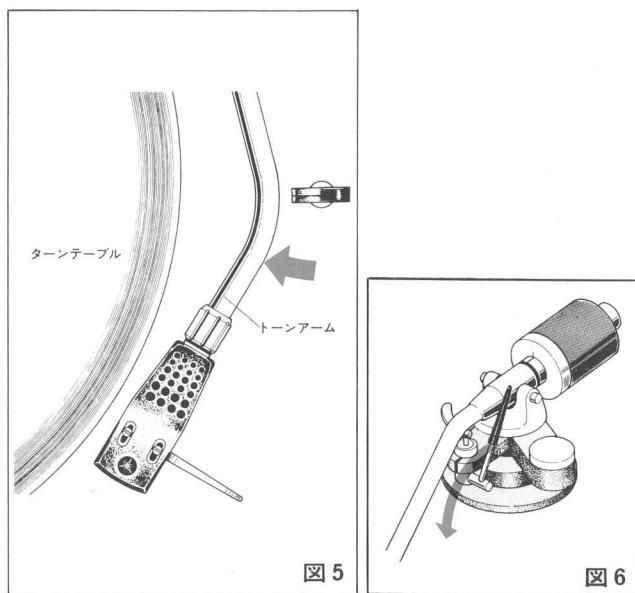

図5
- ③トーンアームをアームレストからはずし、ターンテーブルとアームレストとの中間ぐらいまで移動させます。(図5)